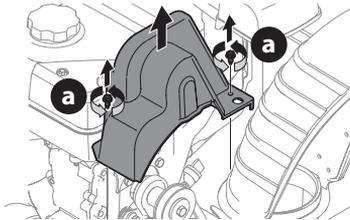

Figure 81
2. Retirez les deux vis autotaraudeuses (a) pour enlever le couvercle de courroie en plastique devant le moteur. Voir Figure 81.